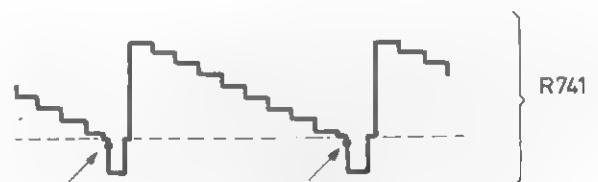

Fig. 8
- Daar, waar de oorspronkelijke sync. impuls wordt afgesneden, en de nieuwe toegevoegd, ontstaat een verdikking in de negatief gaande flank van de sync. impuls (zie ook fig. 8). Stel R741 nu zodanig in, dat deze verdikking zich iets onder het zwarniveau bevindt.